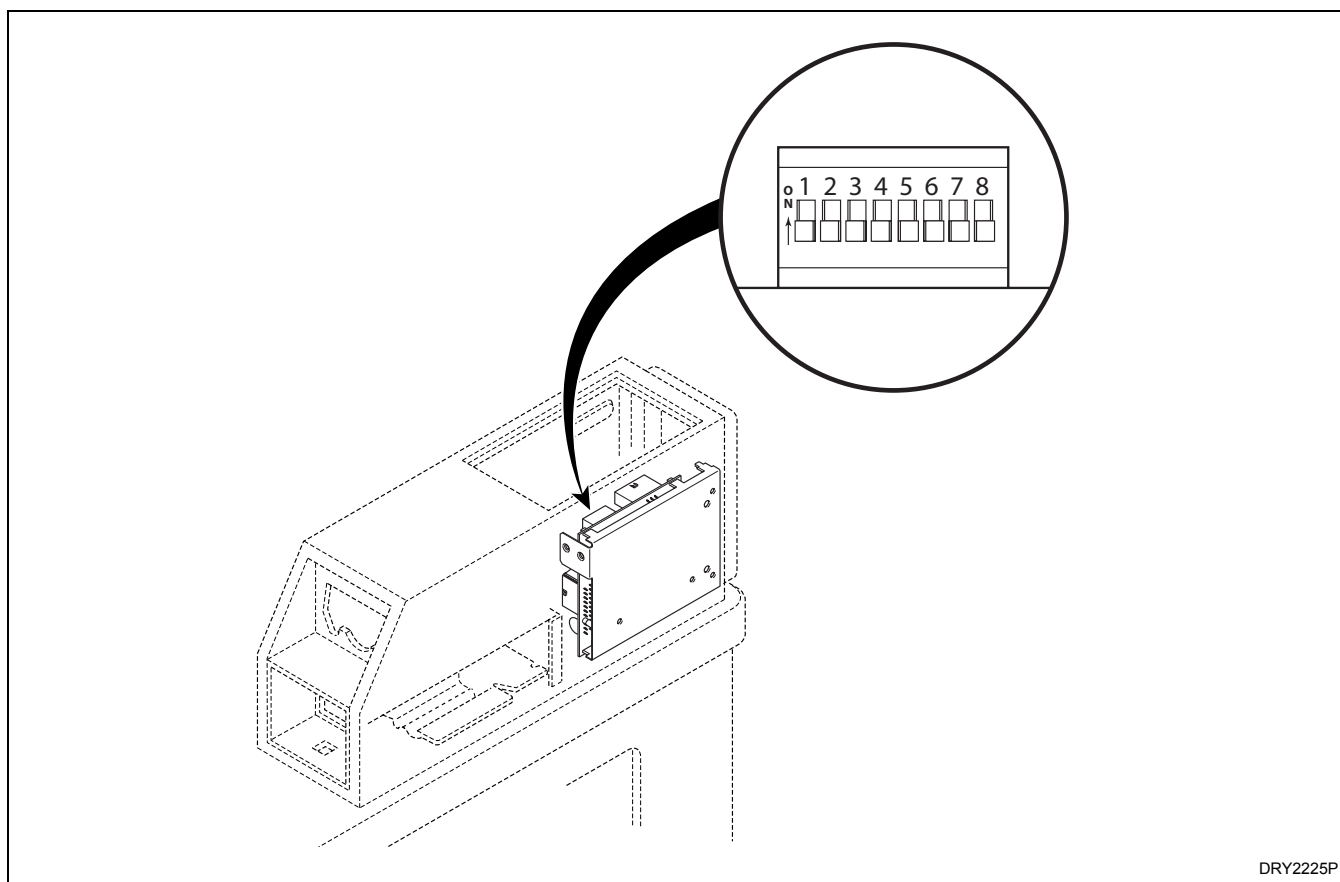

Figure 25
2. Prendre note des réglages des commutateurs DIP. Ensuite, les mettre tous en position ARRÊT (Off). Se reporter à la *Figure 25*.